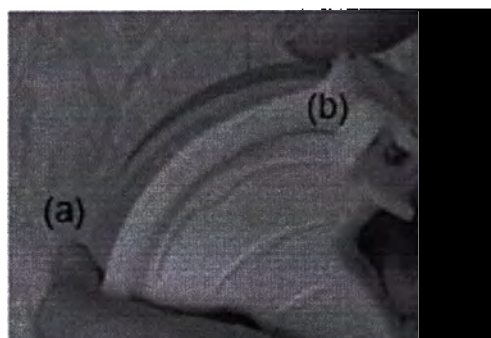

Рис. 9-29. Выравнивание датчика и насадки с регулируемым углом 2
5. Удерживайте сторону (Рис. 9-29, а) и подоткните направляющую иглы со стороны (b), пока она не встанет на место и не зафиксируется со щелчком.